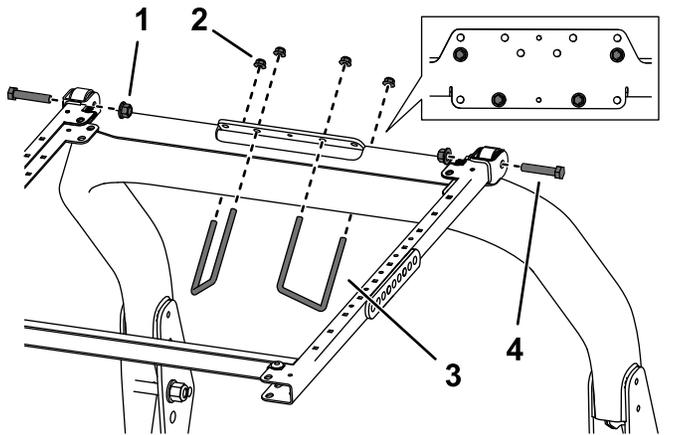

**図 34**
- 図 34 に示すように、ワッシャ $\frac{13}{16}$  x  $1\frac{1}{2}$ "を各ボルト $\frac{3}{4}$  x 4"に組み付ける。
3. ピンを抜いた穴に、ボルトとワッシャを取りつける **図 34**。
4. **図 34**のように各ボルトにもう1枚のワッシャを入れ、ナット $\frac{3}{4}$ "で固定する。